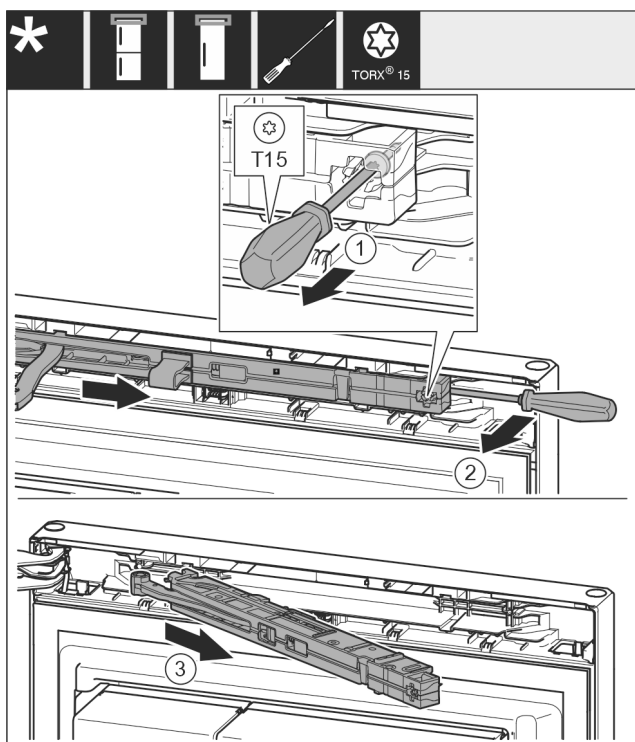

Fig. 11
- Lironi rreth 14 mm vidën në njësine e amortizatorit të mbylljes me një kaçavidë T15. Fig. 11 (1)
- Futni një kaçavidë nga prapa njësise së amortizatorit të mbylljes në anën e dorezës dhe shtyjeni njësine nga përpara. Fig. 11 (2)
- Tërhiqni jashtë njësine e amortizatorit të mbylljes. Fig. 11 (3)